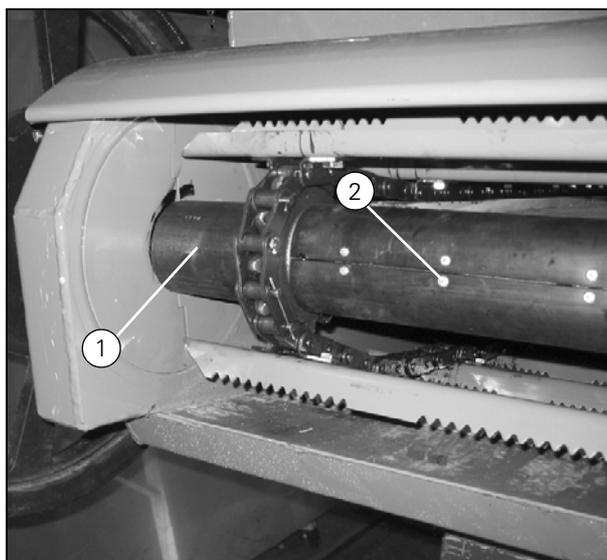

Рисунок 22
10. Отрегулируйте положение крышки (F) так, чтобы она располагалась непосредственно по краю приемного элеватора.
11. Установите защитные трубки (C) на вал и скрепите их при помощи заклепок (2) (Рис. 22).